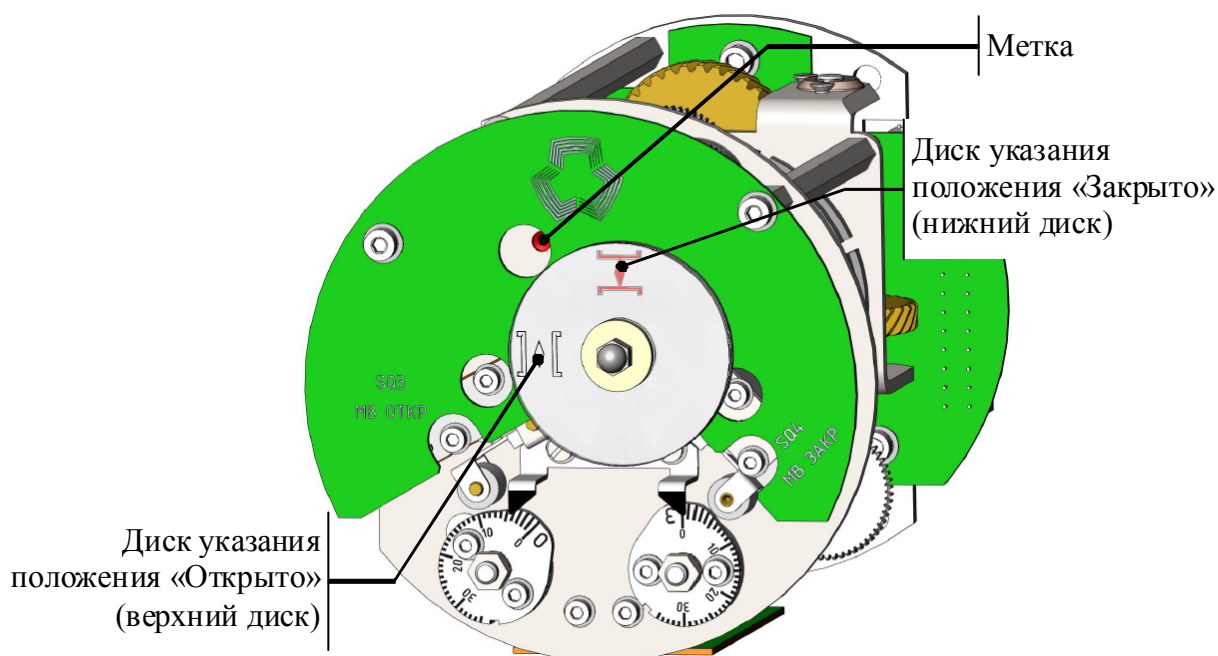

Рисунок 22 – Местный указатель положения
- б) вращая маховик ручного дублера, переведите арматуру в положение «Закрыто» (соответствующее нижнему диску местного указателя, см. рисунок 22);